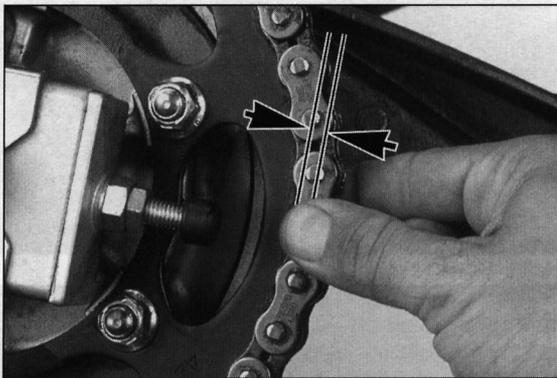

Bild 71
- 📷 Zustand der Kette bei korrektem Ketten-durchhang wie folgt «erfühlen»: Kette darf sich in der Mitte des Kettenblatts maximal 4 mm weit abziehen lassen (Bild 71).